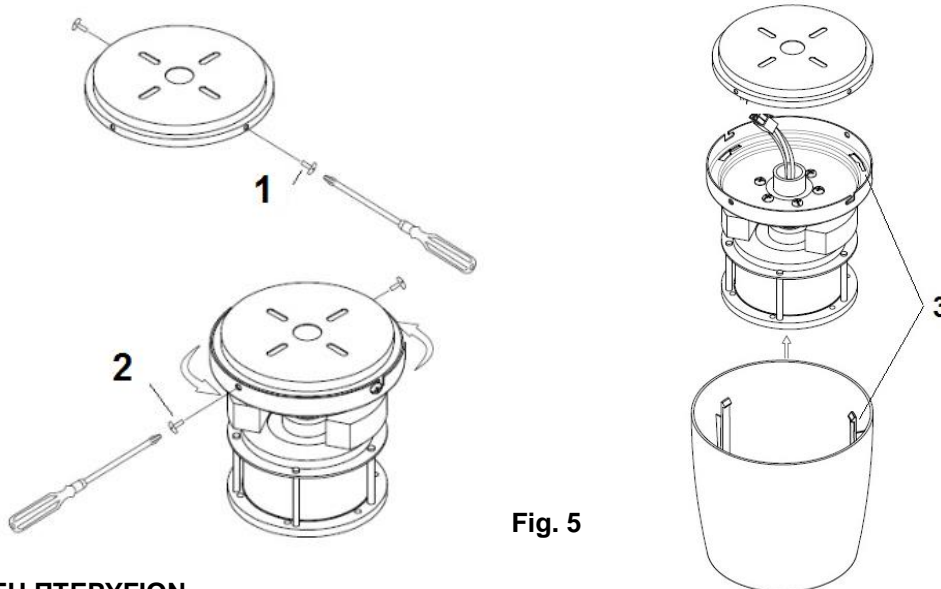

Fig. 5
- Αφαιρέστε τις βίδες (2) του βραχίονα συγκράτησης .Δείτε Fig. 5
- Χαλαρώστε τις βίδες (1) από τον βραχίονα συγκράτησης. Fig. 5
- Ανασηκώστε τον δίσκο συγκράτησης στον βραχίονα συγκράτησης και επιτρέψτε στις εγκοπές τύπου-L να περάσουν από τις βίδες (1) του δίσκου.